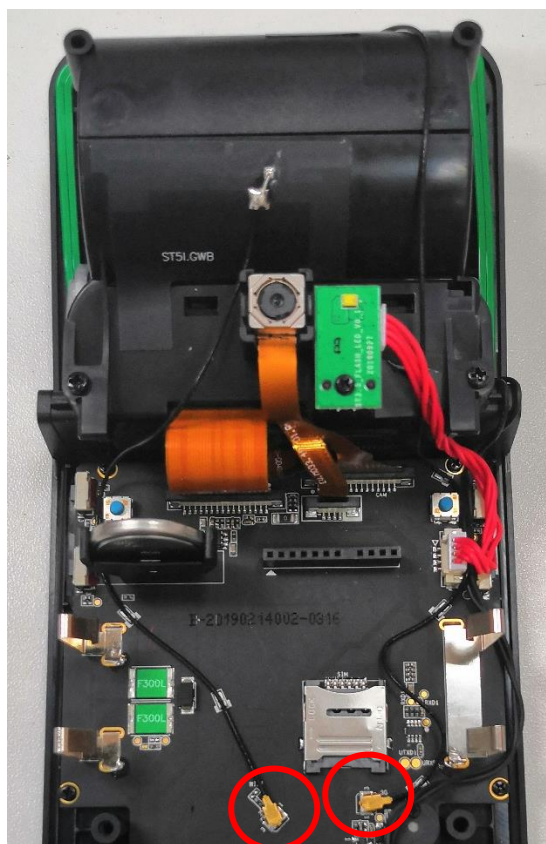

Рисунок 16. Демонтаж антенн 3G и GWB.
22. Наклеить антенну 3G на лоток для ЧЛ с внутренней стороны корпуса верхнего. Подключить антенну к плате модуля управления (**Рисунок 16**).
23. Наклеить антенну GWB на основание принтера. Подключить антенну к плате модуля управления (**Рисунок 16**).